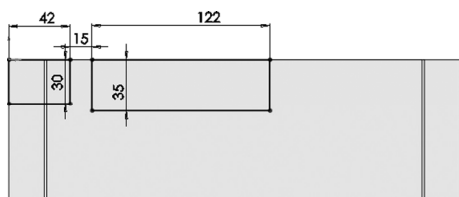

图 6-68 创建右盖板操作
STEP 6 右盖板与左盖板结构基本相同，为快速建模，可将前面步骤创建的左盖板进行适当修改创建，如图 6-68 所示，只需将盖板顶部的切除区域左对齐即可。